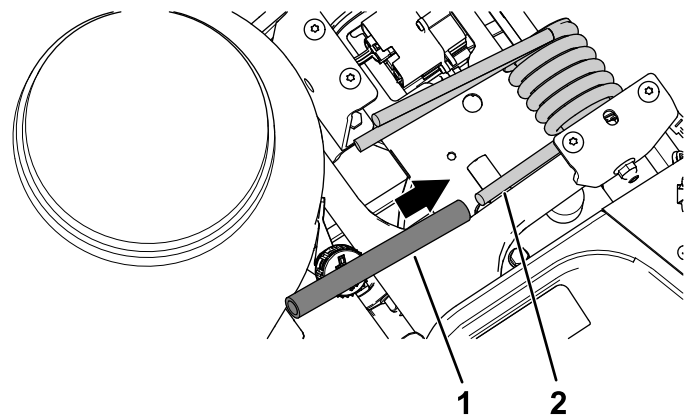

図 2
2. トーションスプリングの端にスプリング昇降チューブを取り付ける 図 2。